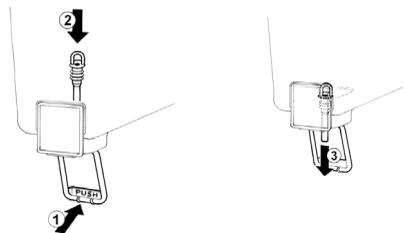

figura 4
2 **Grifo con tubo de goma:** empujar la palanca mando grifo (1) e insertar el tubo de goma de salida en su situación vertical en el fondo del contenedor (2). Tirar (3) ligeramente hacia abajo la extremidad del tubo de goma hasta ajustarlo completamente (ver figura 4).